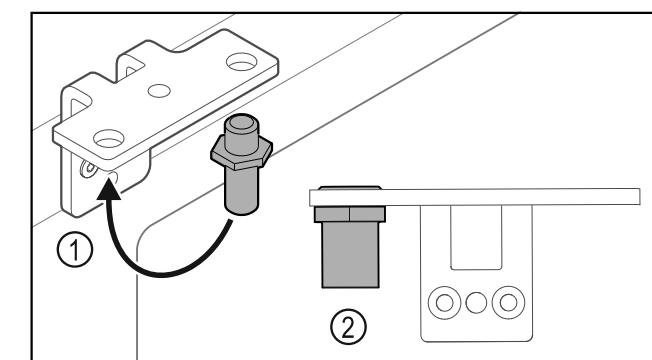

Fig. 24
- Pārlieci tapu Fig. 24 (1) lokāmajā kronšteinā.
- Pievelciet tapu Fig. 24 (2) ar **griezes momentu 12 Nm**.